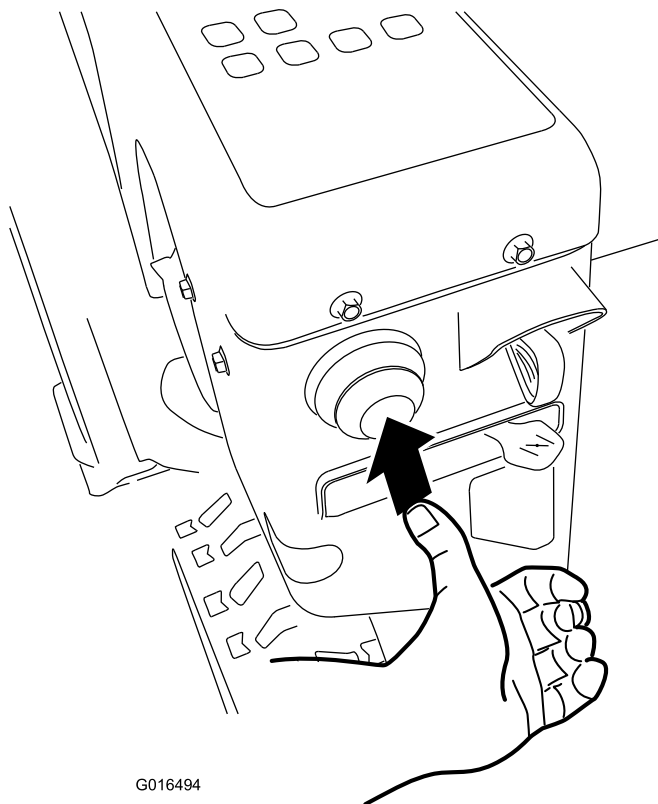

Figura 22
4. Con il pollice spingete 3 volte l'iniettore con forza, tenendolo premuto ogni volta per un secondo prima di lasciarlo andare (Figura 22).